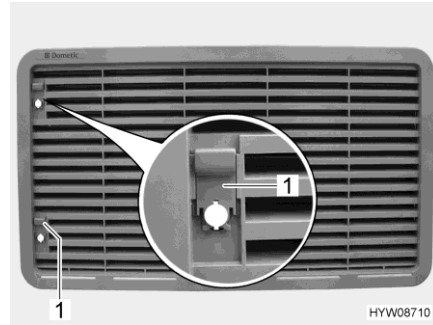

Fig. 160 Griglia di aerazione del frigorifero
- Spingere il cursore (Fig. 160,1) verso l'alto.